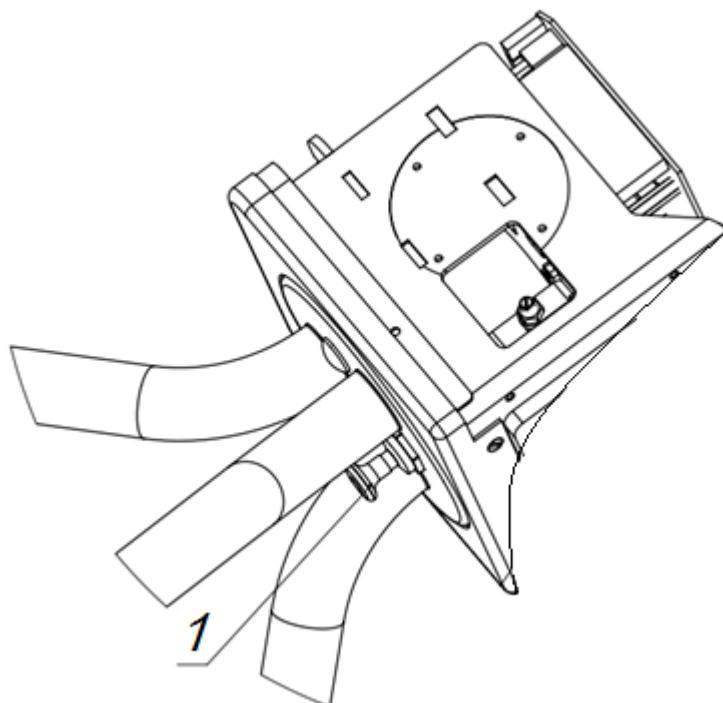
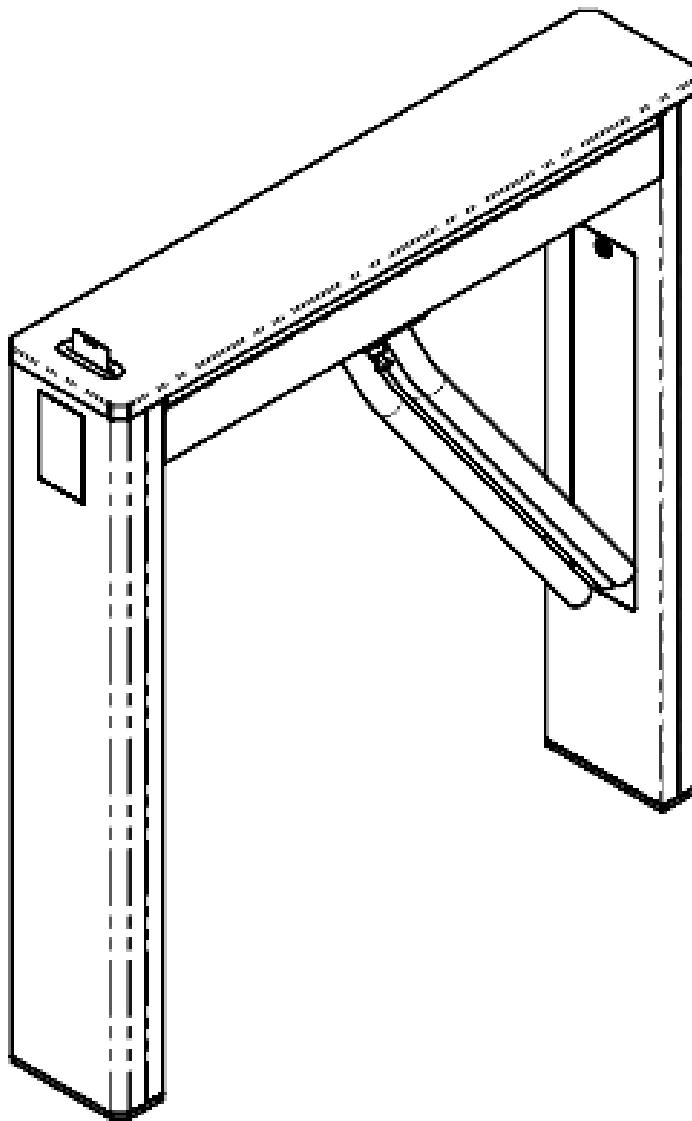

Рис. 6. Раскладывание планок в рабочее положение.
Рис. 7. Вид турникета со сложенными планками
- оттяните стопор фиксации 1 планок (рис. 6) , удерживая одну планку рукой в зафиксированном положении, разложите остальные планки в рабочее положение.
Переход в этот режим осуществляется механическим путем. Переведите турникет в режим «антипаника», для этого нажмите на пульте кнопку 4. Оттяните стопор фиксации 1 планок (рис. 6) , удерживая одну планку рукой в зафиксированном положении, другой рукой проверните другую планку по часовой стрелке, так чтобы все планки совместились. Затем все вместе сложенные планки доверните вниз (рис. 7)